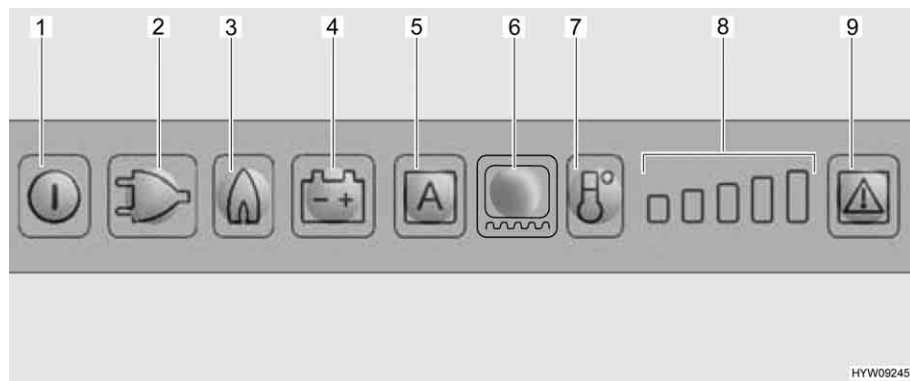

Bild 220 Kylskåp Dometic med lysdiod-reglage
När gasdriften väljs öppnas tändsäkringen automatiskt så att gas kan strömma till brännaren. Samtidigt tillkopplas den elektroniska tändaren. Om gaslågan skulle slockna, t. ex. på grund av att det blåser, aktiveras tändaren direkt igen och tänder gasen. Vid störningar i gasdrift blinkar ljusknapparna "Gas" (Bild 220,3) och Störning (Bild 220,9) och en akustisk signal ljuder i 20 sekunder.
- Slå på:** ■ Tryck på på/av-knappen (Bild 220,1) i cirka 2 sekunder. Kylskåpet slår på sig, det senast inställda driftläget indikeras.
- Välj driftläge:** ■ Tryck in de belysta knapparna för önskat driftläge (Bild 220,2 - 4) eller för det automatiska läget "AES" (Bild 220,5) (endast för AES utförande).
- Ställa in kyltemperaturen:** ■ Ställ in kyltemperaturen med knappen kylnivåer (Bild 220,7). Kylnivåindikatorerna (Bild 220,8) visar den valda termostatinställningen.
- Slå från:** ■ Tryck på på/av-knappen (Bild 220,1) i cirka 2 sekunder.
När kylskåpet sätts på väljs automatiskt en termostatinställning i mittläge. Denna inställning kan ändras manuellt med knappen temperaturnivåval (Bild 220,7). Det tar alltid några timmar innan man har en normal drifttemperatur i kylskåpet. Vid omkopplingen till ett annat driftläge, bibehålls termostatinställningen.
- Koppla in ramvärmen under 2 timmar: Tryck på ljusknappen ramvärme (Bild 220,6) en gång. En stapel i kylstegsnivåvisningen (Bild 220,8) tänds.
- Koppla in ramvärmen under 5 timmar: Tryck på ljusknappen ramvärme (Bild 220,6) två gånger. Två staplar i temperaturnivåvisningen (Bild 220,8) tänds.
- Ställa in ramvärmen på kontinuerlig drift: Tryck på ljusknappen ramvärme (Bild 220,6) tre gånger. Två staplar i kylnivåindikatorerna (Bild 220,8) tänds.
Kylnivåindikatorn (Bild 220,8) visar under några sekunder ramvärmens driftslängd.
Vid en störning blinkar den belysta knappen Störning (Bild 220,9). Dessutom blinkar antingen en belyst knapp Driftläge eller kylnivåvisningen. Dessutom ljuder en akustisk varningssignal. För råd beträffande felindikering och felavhjälpning, se kapitel 14.
- ▷ Tryck, efter åtgärdande av ett fel på gasdriften, in den belysta knappen (Bild 220,9).